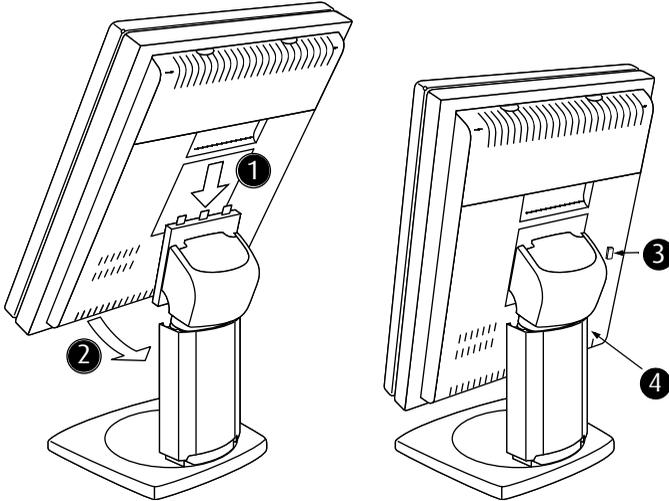

Figura 17: Conectando a unidade da tela em um apoio de monitor
3. Engate os encaixes superiores na parte traseira da tela nas âncoras superiores do prato de engate do apoio (1). veja a figura 17.
4. Empurre a parte inferior da tela firmemente no apoio para que as âncoras inferiores engatem nos encaixes inferiores (2).